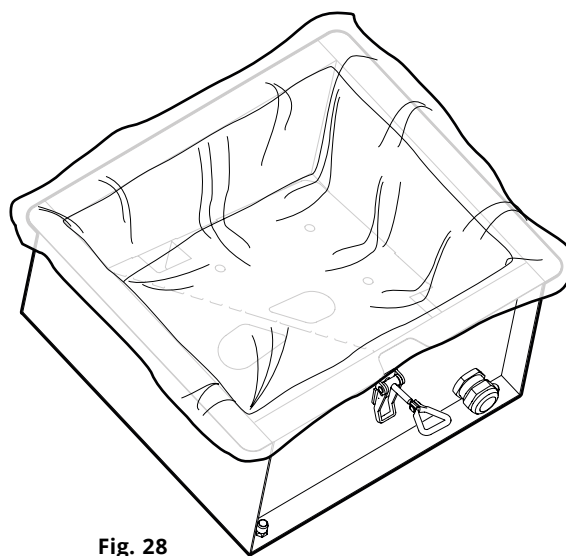

Fig. 28
6. Remplacez un nouveau sac à poussières CMF PSW3 en position correcte dans le récepteur (**Fig. 28**).